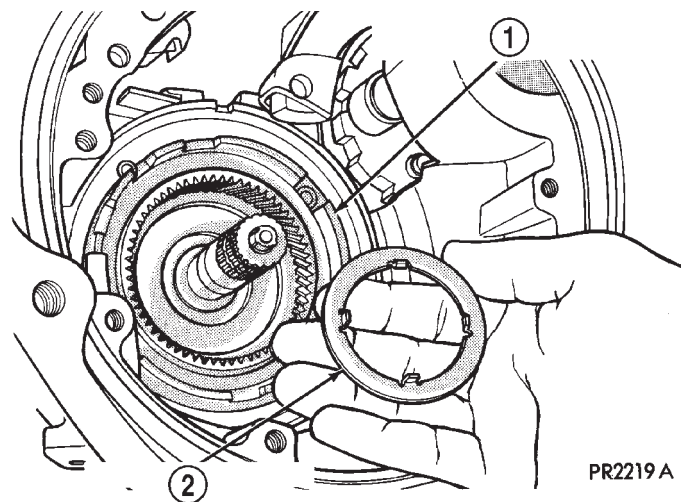

Fig. 40 Arandela de empuje n° 10
(40) Retire la arandela de empuje n° 10 (Fig. 40).